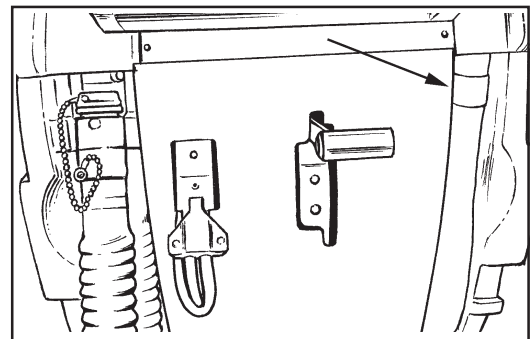
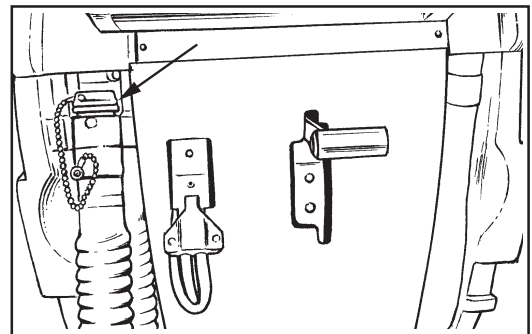

Figura 25
Figura 26
1. Vacíe el depósito de solución (figura 25) y el depósito de recuperación (figura 26). Para vaciar los depósitos, proceda así: